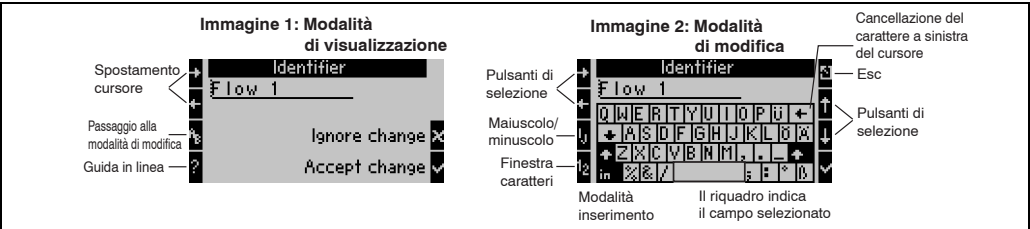

Fig. 17: Esempio: Modifica di un identificatore tramite la tastiera palmare
1. Spostarsi con il cursore davanti a un carattere, nel punto in cui si desidera inserirne un altro usando la freccia destra. Se si desidera eliminare l'intero testo, spostare il cursore a destra. (→ Fig. 17, immagine 1).
3. Con i tasti IJ/ij e 1/2 selezionare i caratteri maiuscoli/minuscoli o numerici (→ Fig. 17, immagine 2).
4. Premendo i tasti freccia, selezionare il carattere desiderato e confermarlo con il tasto contrassegnato da un segno di spunta. Se si desidera cancellare del testo, selezionare il tasto in alto a destra (→ Fig. 17, immagine 2).
6. Per passare dalla modalità di modifica alla modalità di visualizzazione, premere il tasto 'Esc' e confermare le modifiche con il tasto contrassegnato dal segno di spunta (→ Fig. 17, immagine 1).
- Il cursore non può essere spostato quando si è in modalità di modifica (→ Fig. 17 vedere la Fig., immagine 2)! Per apportare modifiche alla finestra precedente (vedere → Fig. 17, immagine 1) premere il tasto 'Esc' per spostare il cursore davanti al carattere che si intende modificare. Quindi, premere di nuovo il tasto AB.